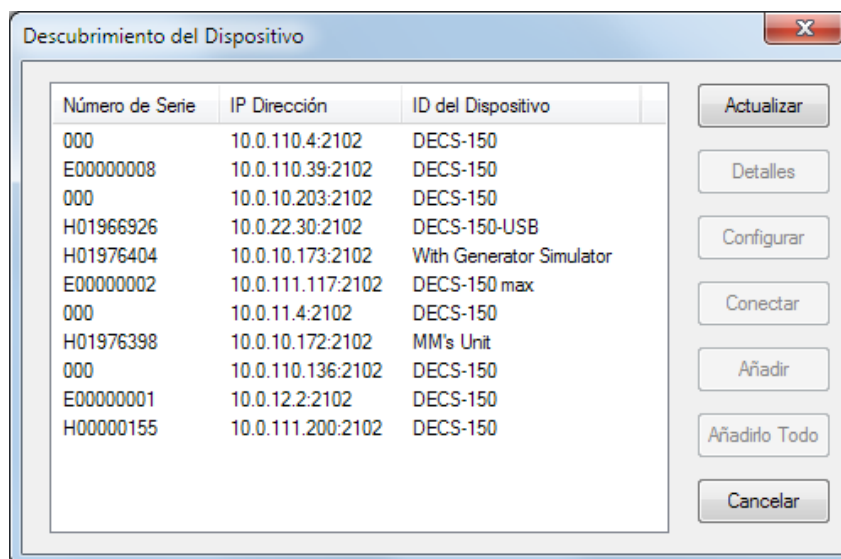

Figura 20-4. Ventana de identificación de dispositivos
5. Si no conoce la dirección IP, puede realizar una exploración de búsqueda de todos los dispositivos conectados haciendo clic en el botón Ethernet de la casilla Identificación de dispositivos. Una vez completada la exploración, se visualizará una ventana que contiene los dispositivos conectados. Consulte la Figura 20-4.